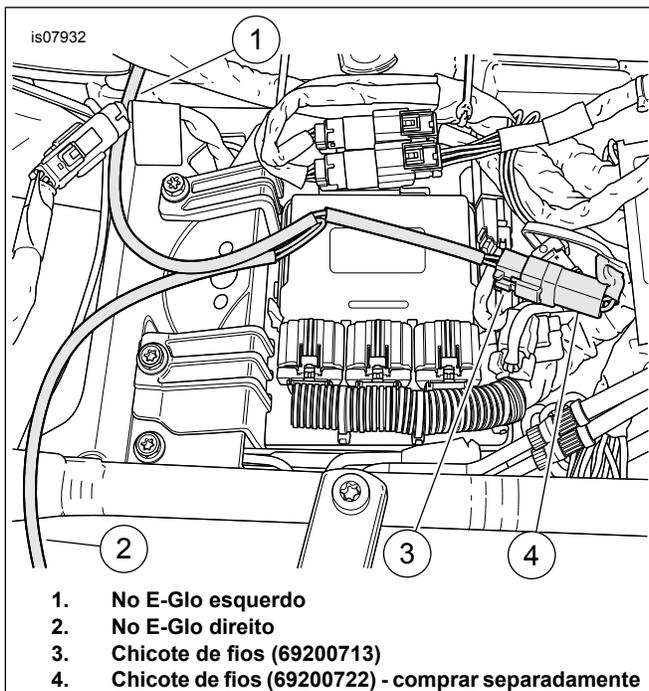

Figura 3. Instalar o chicote de fios de conexão elétrica
3. Veja Figura 3. Instale a extensão do chicote de fios elétrico de acordo com as instruções daquele kit (consulte os requisitos de instalação).